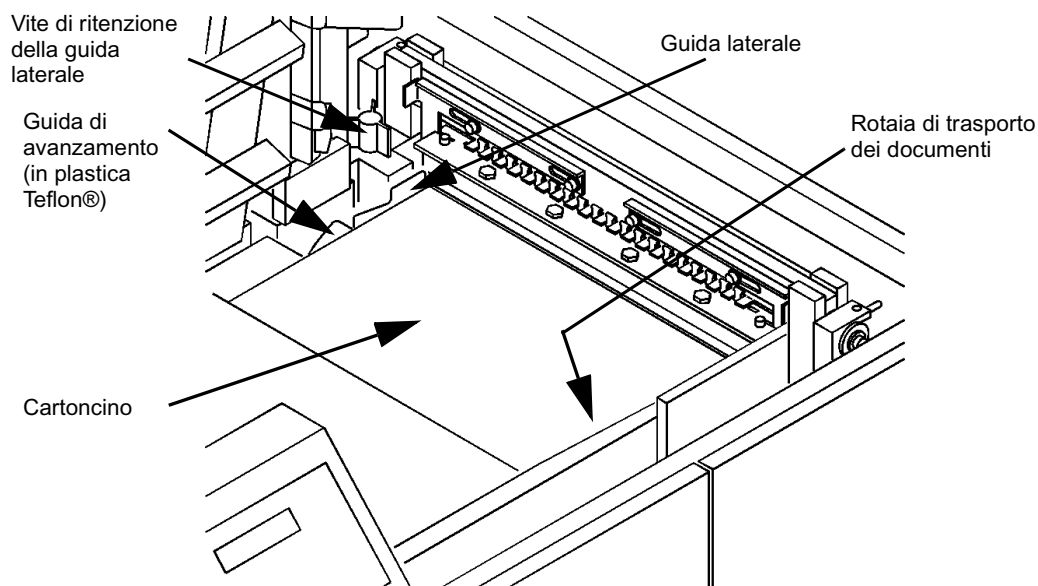

Figura 2-8: Regolazione della guida laterale
- 6 Accertarsi che lo stampo sia appoggiato alla rotaia di trasporto dei documenti, come illustrato nella Figura 2-8. Se il cartoncino è appoggiato diritto contro la rotaia di trasporto dei documenti e il più vicino possibile alla guida laterale senza esserne a contatto, andare al paragrafo **Regolazione del pettine di tenuta**. Se la guida laterale non è il più vicino possibile al cartoncino senza esserne a contatto, andare al **punto 7** per istruzioni su come regolare la guida laterale.
Nota: quando si usa la guida laterale esistente da 11 pollici (28 cm), prima di procedere, controllare che la guida laterale si trovi sotto la guida di avanzamento (Figura 2-8).